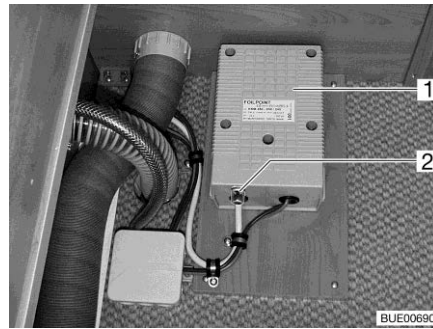

Bild 120 Trafo für elektrische Fußbodenerwärmung
Wenn der Trafo (Bild 120,1) überlastet wird, springt der Überlastungsschutz an. Der Stift (Bild 120,2) springt heraus.
- Den Stift (Bild 120,2) am Überlastungsschutz eindrücken, wenn der Trafo abgekühlt ist.